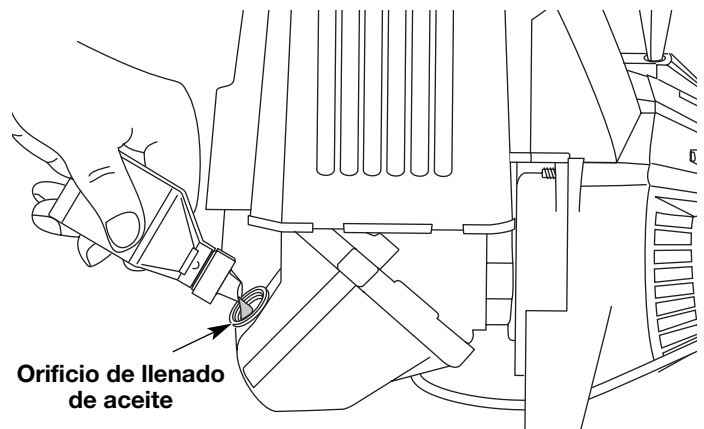

Figure 8
4. Vierta todo el contenido de la botella de aceite en el cigüeñal (Fig. 8).